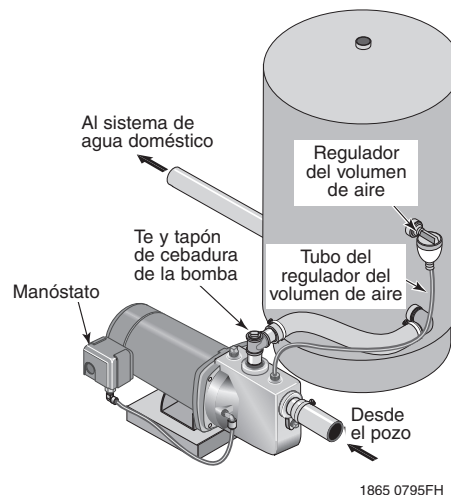

**Figura 4: Conexiones del tanque precargado**
**CONEXIÓN DEL TANQUE PRECARGADO (Figura 4)**
- Paso 1. Instale dos tubos Te en el orificio de descarga de la bomba (consulte la Figura 4). El tamaño de la tubería debe ser por lo menos tan grande como el orificio de descarga.